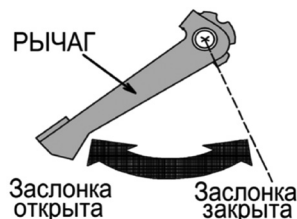

Рис. 13 Рычаг управления воздушной заслонкой карбюратора РС5431F
1. Закройте воздушную заслонку карбюратора. Для этого рычаг управления воздушной заслонкой (Рис. 13) установите в крайнее правое положение.